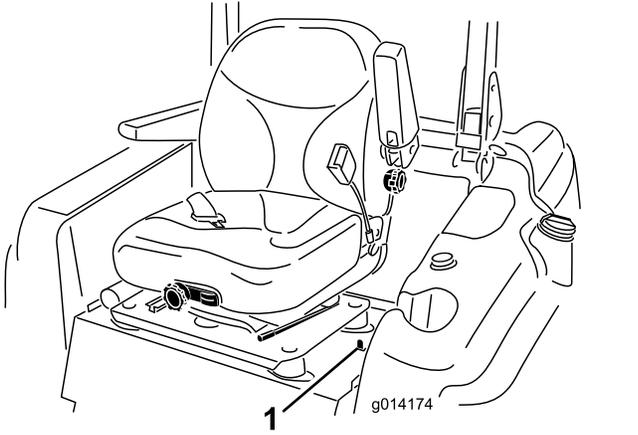

图11
1. 向后移动位于座椅左手侧的座椅闩锁可打开座椅锁定然后向前拉动座椅顶部图11。